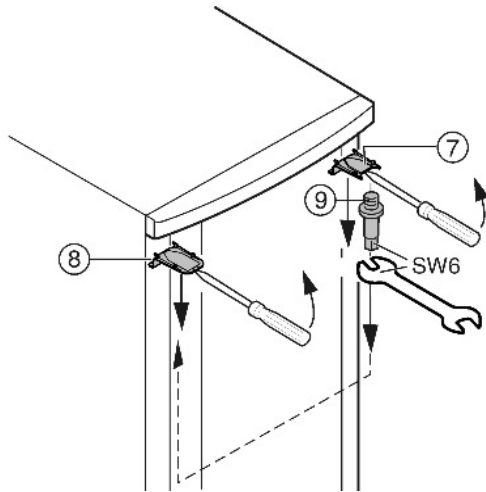

Fig. 7
- Faire déclipser le cache Fig. 7 (7) en haut et le cache Fig. 7 (8) avec un tournevis devant et l'enlever diagonalement vers le bas.
- Dévisser le pivot d'appui Fig. 7 (9) et le visser du côté opposé (**avec 4 Nm**).
- Remonter le cache Fig. 7 (7) du côté du pivot d'appui : l'insérer par l'arrière et l'encliqueter sur l'avant.
- Monter le cache Fig. 7 (8) sur le côté opposé: l'insérer par l'arrière et l'encliqueter sur l'avant.
- Accrocher la porte dans le pivot d'appui Fig. 7 (9) supérieur.